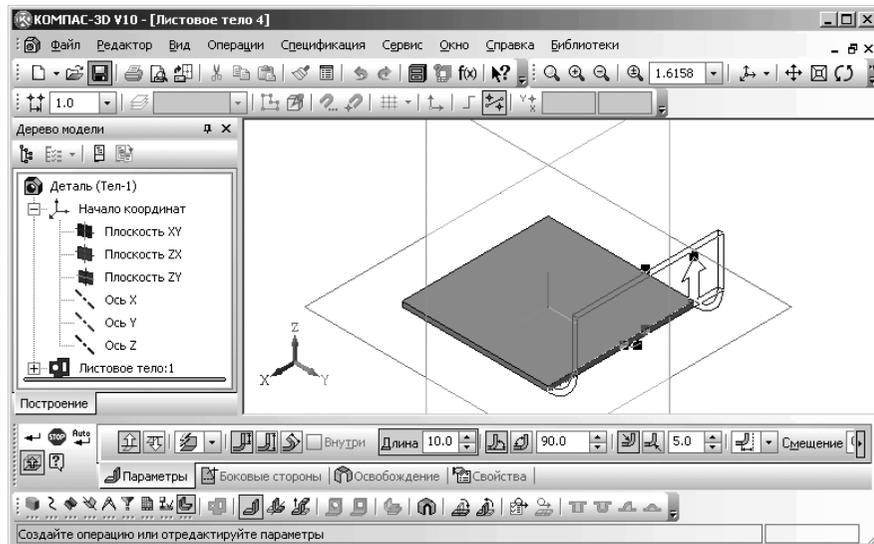

Рис. 7.64. Возможное состояние системы в процессе создания сгиба
- щелкните мышью. Появится фантом сгиба. Возможное состояние системы показано на рис. 7.64. В окне сообщений появится подсказка: **Создайте операцию или отредактируйте параметры**;